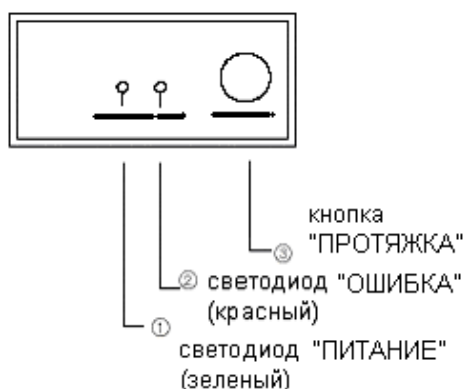

Рисунок 7.5 – Панель управления и индикации ККТ
7.3.2 Элементами панели управления и индикации (Рисунок 7.5) являются: